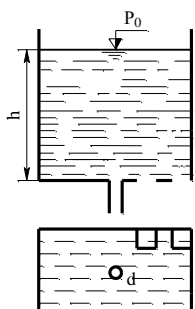

Рис. 28. План дна
**Задачи (81-90)** В дне бака расположены три отверстия. Два квадратных со стороной  $a$ . Одно отверстие примыкает стороной к боковой стенке, другое расположено в углу дна. Третье отверстие круглое диаметром  $d$ , расположено в центре дна и к нему присоединен насадок  $H$  (рис. 28). Глубина воды в баке  $h$ . Определить: 1) суммарный массовый расход  $M_1$  из отверстий и насадка, если давление на поверхности воды атмосферное  $P_0 = P_{атм}$ ; 2) суммарный массовый расход  $M_2$ , если давление на поверхности воды  $P_0 = P$ . Числовые данные приведены в табл. 11.